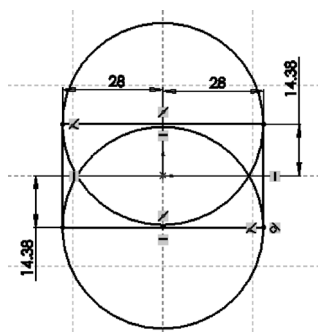

图 10-80 绘制圆草图
**03** 绘制圆草图。选择菜单栏中的“工具”→“草图绘制实体”→“圆”命令，或单击“草图”控制面板中的“圆”按钮，绘制两个圆，圆心分别在矩形两条水平边的中点，圆的直径与矩形水平边长度相同。注意，当光标变为形状时，说明捕捉到边的中点，结果如图 10-80 所示。